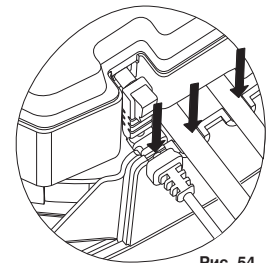

Рис. 54
2. **Подключите** адаптер питания к гнезду на корпусе. Убедитесь, что локти находятся в пазах на задней части корпуса (рис. 54).